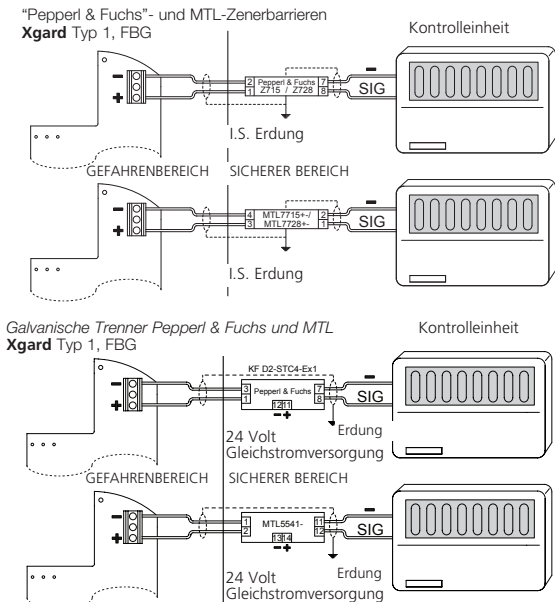

Abbildung 5: **Xgard Typ 1** – elektrische Anschlüsse
2. Sicherstellen, dass alle elektrischen Anschlüsse korrekt gemäß Abbildung 5 vorgenommen wurden.